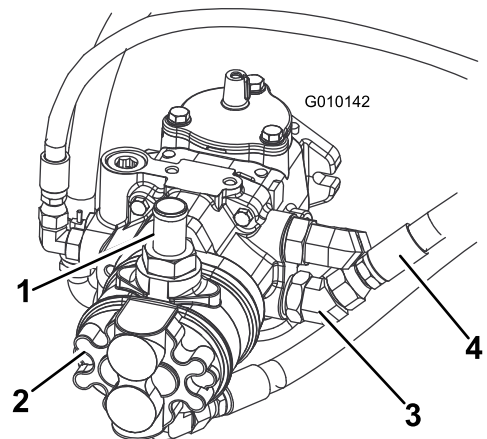
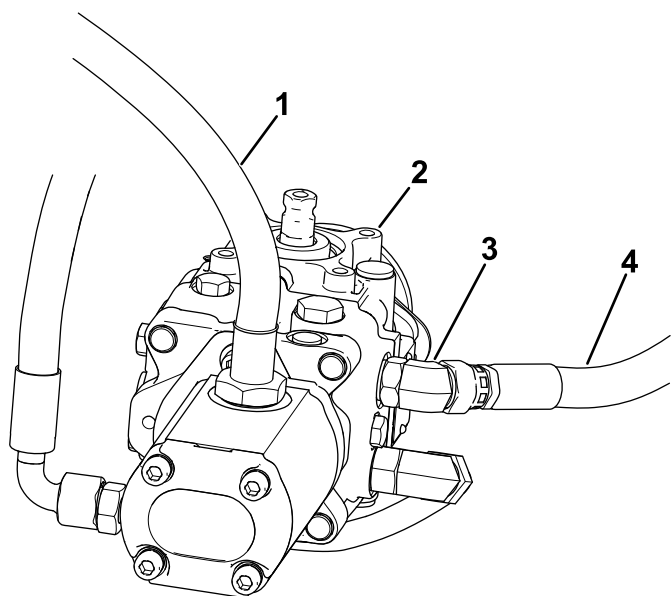
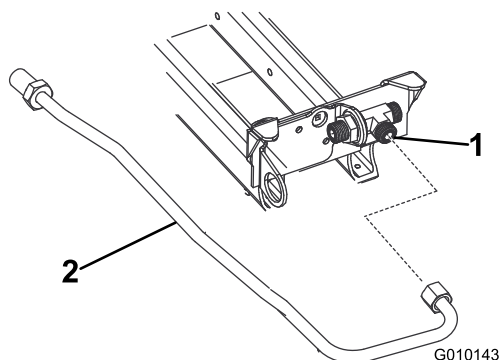

Figura 4
Figura 5
Figura 6
2. Drene todo o óleo hidráulico do reservatório removendo o tubo superior da bomba de engrenagens (Figura 4). Ligue o tubo depois de instalar o tubo hidráulico rígido.
Remova e elimine o tubo fixado a 45° no orifício inferior da bomba (Figura 4) e na união em T debaixo da base do banco (Figura 6).
Remova e elimine o tubo fixado a 45° na porta superior da bomba (Figura 5) e na união em T debaixo da base do banco (Figura 6).
7. Instale o tubo hidráulico rígido na união em T sob a base do banco. Posicione a linha como se indica em Figura 6.